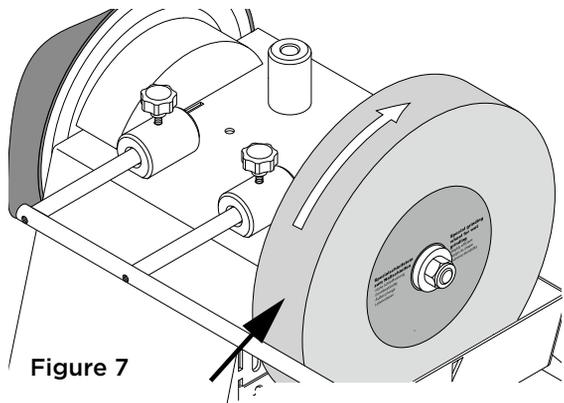

Figure 7
- Fixez le support universel dans les supports horizontaux, comme l’indique la figure 7. Assurez-vous que le support est bien positionné et qu’il ne bougera pas pendant le meulage.